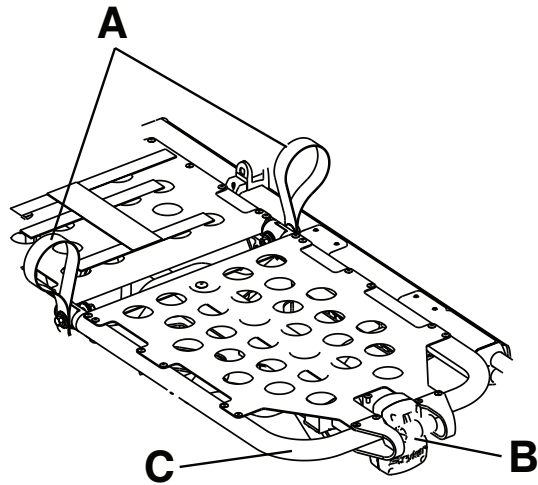

Figura 9 – Elevación de las rodillas
1. Levante cualquiera de los mangos rojos de elevación (A) hasta que la elevación de las rodillas se encuentre en la posición más alta (Figura 9).
Para bajar la elevación de las rodillas, levante cualquiera de los mangos rojos de elevación (A) para aliviar la presión sobre el mecanismo de bloqueo. Mientras sujeta el mango, presione el mango rojo de liberación del reposapiés (B) hasta que se libere la abrazadera de soporte (Figura 9). Baje la elevación de las rodillas hasta que quede plana.
Para levantar la elevación de las rodillas en la posición de Trendelenburg, suba el bastidor del reposapiés (C) lo máximo posible hasta que la estructura encaje en su sitio (Figura 9). La abrazadera de soporte se conecta automáticamente al liberar el bastidor.
Para bajar la elevación de las rodillas en Trendelenburg, eleve el bastidor del reposapiés (C) y, mientras sujeta el bastidor, levante el mango rojo de liberación del reposapiés (B) hasta que el bastidor libere la abrazadera de soporte (Figura 9). Baje el reposapiés hasta que quede plano.